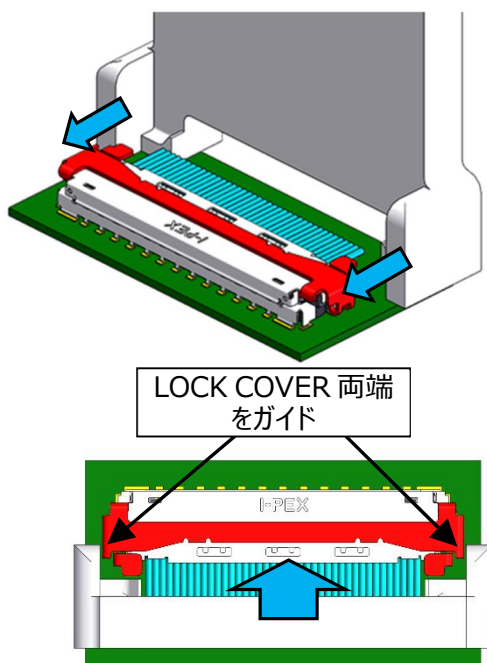

Fig.16-1
- ① LOCK 解除 JIG を Fig.16-1 の様に LOCK COVER 両端にガイドさせ、LOCK レバー下部に JIG 操作部をセットする。
- ② JIG セットが問題無ければ、解除 JIG を上に引き上げることで LOCK が解除されます。